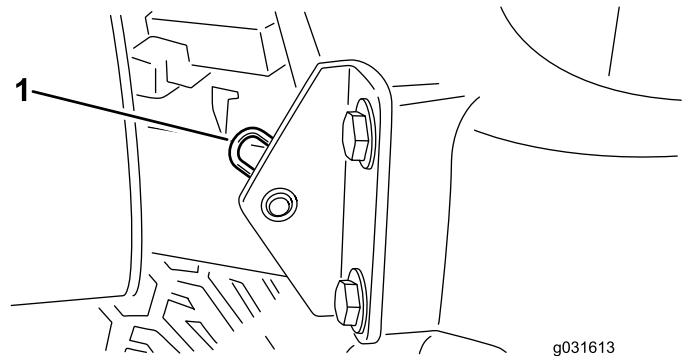

Figura 35
2. Tire o contrapino que fixa a articulação do capot aos suportes de montagem (Figura 35).